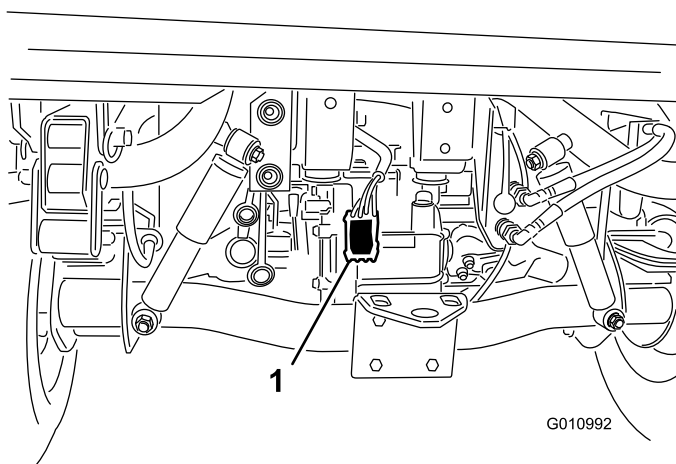

Figura 7
4. Collocate il cablaggio preassemblato vicino al cablaggio principale del veicolo sulla parte posteriore del veicolo (Figura 7).